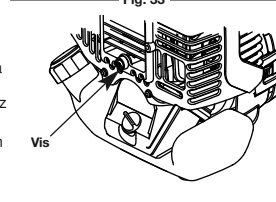

Fig. 34
2. Enlevez la vis derrière le couvercle du moteur à l'aide d'un tournevis à lame plate ou T-25 Torx (Fig. 34).